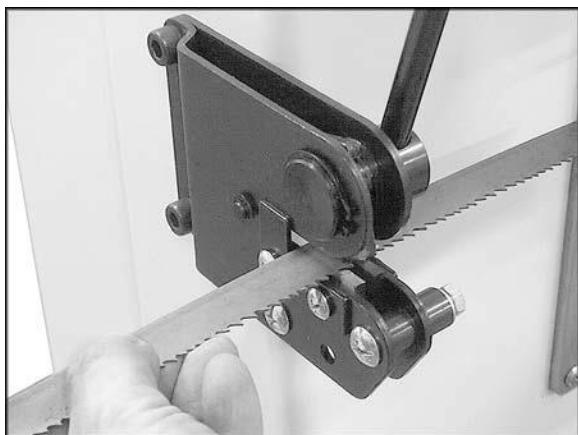

Рис. 15.
- Заведите полотно в устройство для отрезки, как показано на Рис. 15. Убедитесь, что полотно располагается перпендикулярно ножу, таким образом торец отрезанного полотна будет также перпендикулярен поверхности полотна.